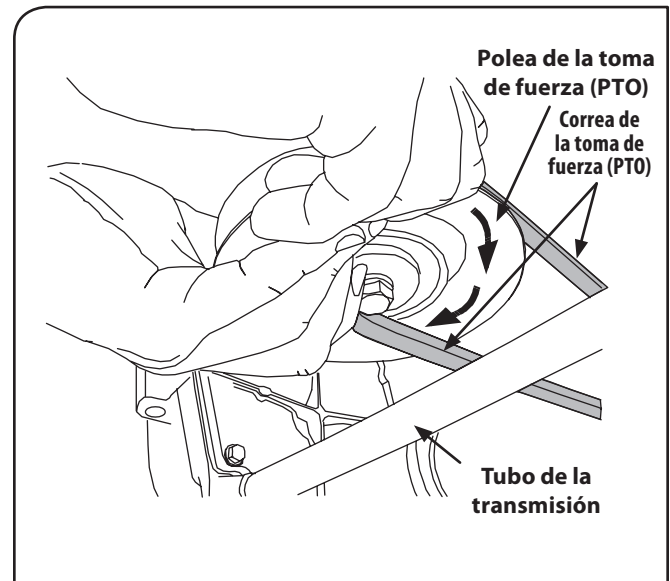

Figura 7-4
- Mientras sostiene la correa y la polea juntas, rote la polea hacia la izquierda (Vea la Figura 7-4). Siga sosteniendo y rotando la polea y la correa hasta que la correa se enrolle totalmente en la polea de la PTO.